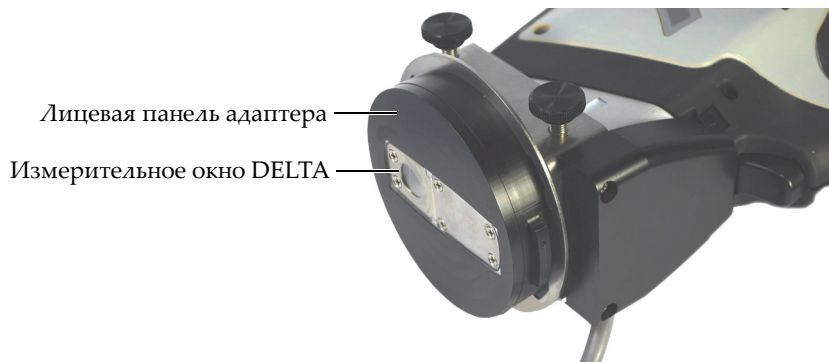

Рис. 5-2 Измерительное окно DELTA на одном уровне с лицевой панелью адаптера
3. Убедитесь, что окно измерений DELTA находится на одном уровне с лицевой панелью адаптера (см. Рис. 5-2 на стр. 8)